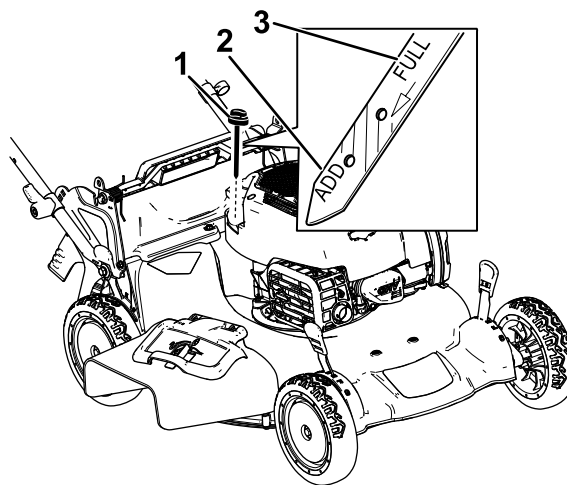

図 27
3. キャップを左に回してディップスティックを抜き取る 図 27。